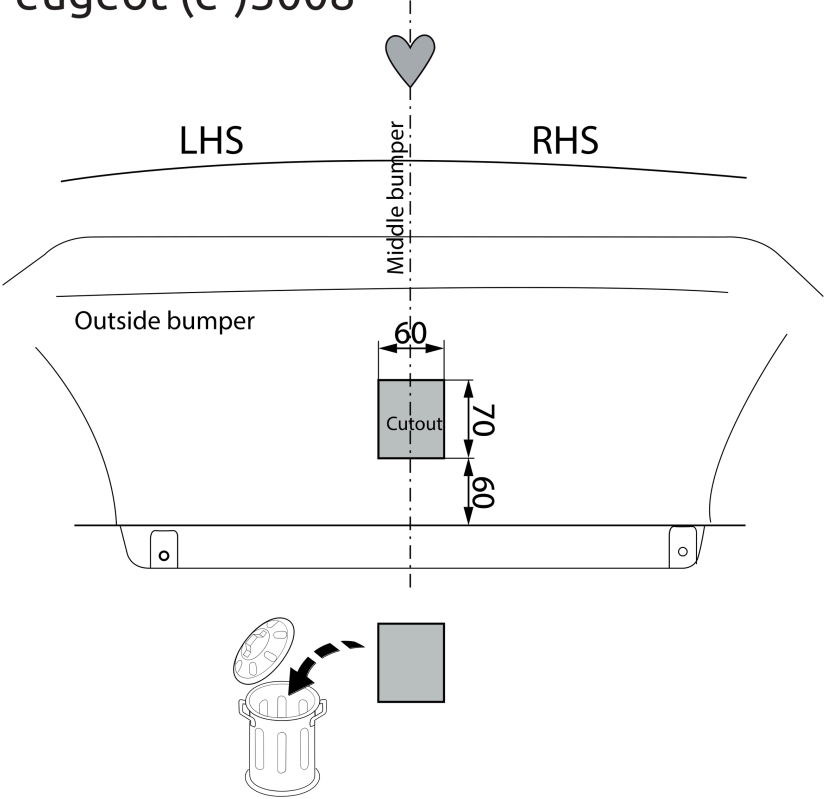

Fig. 4
8. Выпилить обозначенные части, как указано на рис. 4 & 5.